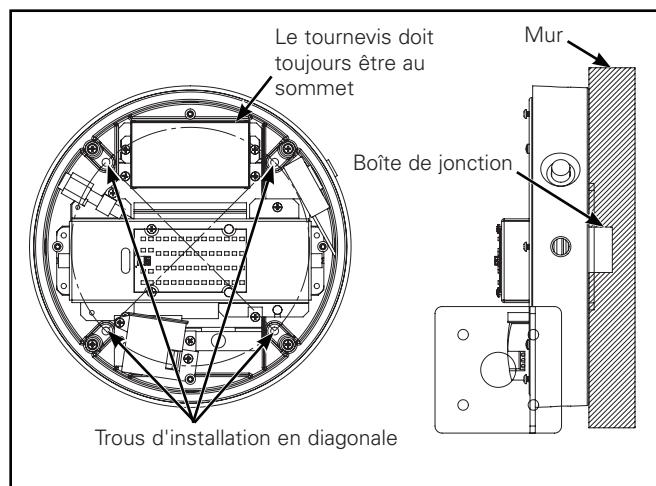

Figure 7 Installation du modèle à boîtier moulé peu profond
- Centrez le boîtier moulé sur un plafond ou mur plat et lisse au-dessus de la boîte de jonction. Utilisez le boîtier moulé comme modèle pour disposer les emplacements des fixations. (Figure 7)
- Alinez le luminaire sans la lentille aux quatre trous de montage. Pour une installation murale, notez que le tournevis sera orienté au sommet, tel qu'illustré à la (figure 7). Serrez les quatre fixations de montage de manière suffisante pour comprimer le boîtier au joint.